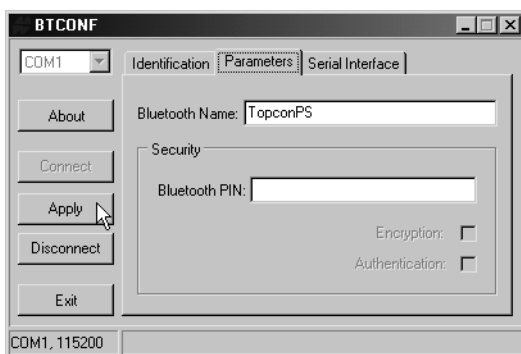

Figura 2-34. Pestaña de Parámetros de Configuración de BTCONF
6. Haga clic en la pestaña **Parameters** (Figura 2-34). La pestaña *Parameters* define la información de identificación y seguridad de su módulo Bluetooth. La sección de seguridad le permite definir los datos de seguridad y los parámetros de acceso no autorizado para el módulo Bluetooth.
7. Ingrese hasta 14 caracteres para definir un nombre único para el módulo Bluetooth (Figura 2-34), y haga clic en **Apply**.